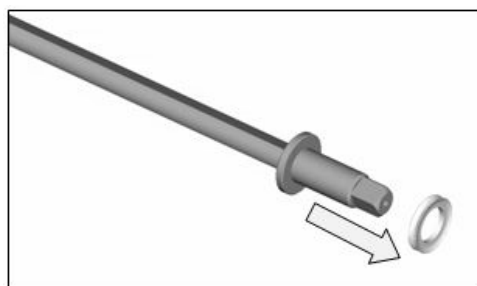

Fig.14
- Recuperare la guarnizione di tenuta posta sul retro dell'agitatore (Fig.14).